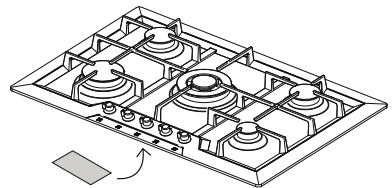

Fig.1: posizione della targhetta di identificazione
**La targhetta di identificazione**, con i dati tecnici, il numero di matricola e la marcatura **è visibilmente posizionata sotto il carter** [Fig.1].